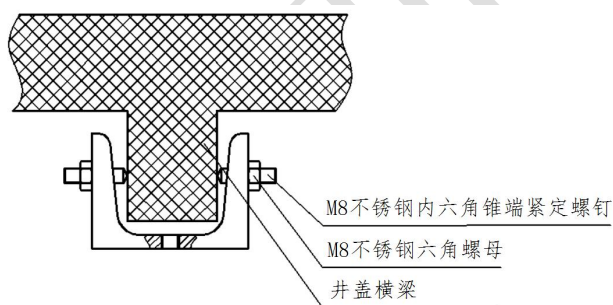

图 9 U 型槽钢安装示意图
3) 如图 9 示, 将加工好螺纹孔的 U 型槽钢使用 M8 锥端紧定螺钉夹紧固于井盖横梁上, 待完全夹紧后, 拧紧 M8 六角螺母将其锁紧。